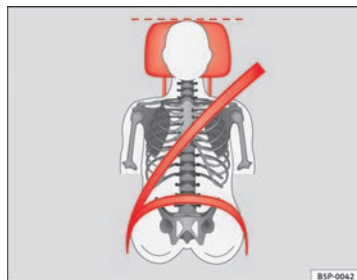
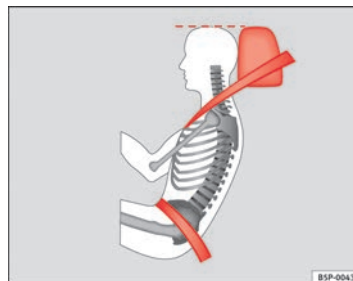

Fig. 69 Vue de face : appuie-tête et ceinture réglés correctement
Fig. 70 Vue de côté : appuie-tête et ceinture réglés correctement
- Ajustez l'appuie-tête de sorte que le bord supérieur de celui-ci soit à la même hauteur que la partie supérieure de la tête, et au minimum à la hauteur des yeux → fig. 69 et → fig. 70.